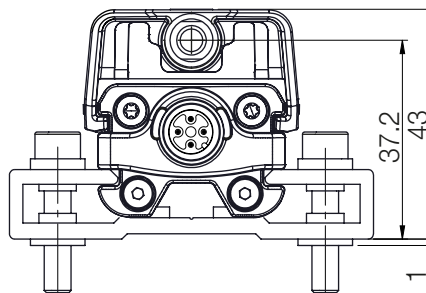
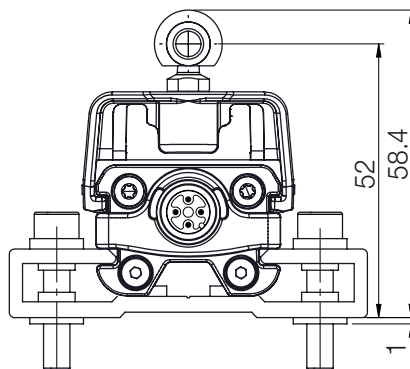
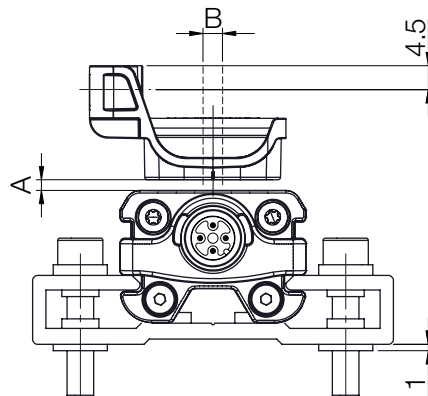
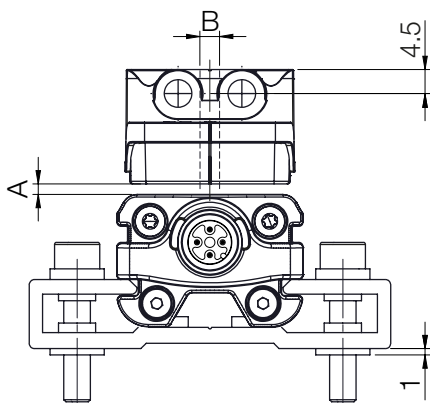

Рис. 5-1: Размеры и расстояния с BIR TG-IR-037-A
Рис. 5-2: Размеры и расстояния с BIR TG-IR-037-B
Рис. 5-4: Размеры и расстояния с BAM TG-IR-036-B
Рис. 5-3: Размеры и расстояния с BAM TG-IR-036-A
- Быстрая индуктивная система измерения положения BIR подходит как для датчиков положения без направляющей, т. е. работающих по бесконтактному принципу (см. изображения Рис. 5-3 и Рис. 5-4), так и для датчиков положения с направляющей (см. изображения Рис. 5-1 и Рис. 5-2).
- Для расстояния А между датчиком положения и BIR и для среднего смещения В (см. изображения Рис. 5-3 и Рис. 5-4) должны соблюдаться следующие значения: